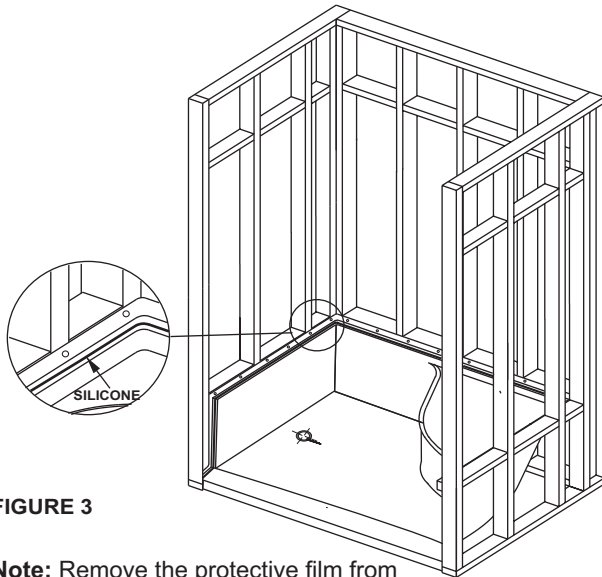

FIGURE 3
- The shower base is fastened in place using dry wall screws. Holes are to be drilled in the flange on both sides and across the top. The holes are to be drilled by the installer as illustrated in figures 3 - 6 on the following pages.
- Carefully position the base section in the alcove and push flush against the framework walls as shown in figure 3.
- Apply a thick bead of silicone all around the base flange periphery as shown in figure 3 detail.
Le bac de la douche est fixé en place à l'aide de vis pour cloisons sèches. Des trous doivent être percés dans le rebord sur les deux côtés et dans le dessus. Les trous doivent être percés par l'installateur, comme illustré par les figures 3 - 6 sur les pages suivantes.